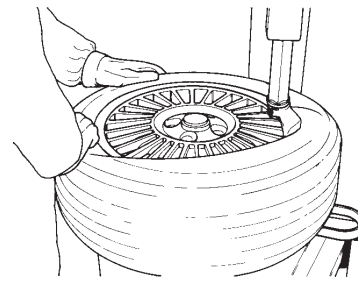

Fig. 4.1-6
**G.** Faire tourner l'autocentreur dans le sens des aiguilles d'une montre (pédale pressé), et en même temps, appuyer sur le flanc du pneu pour maintenir le talon dans le creux (Fig. 4.1-6).